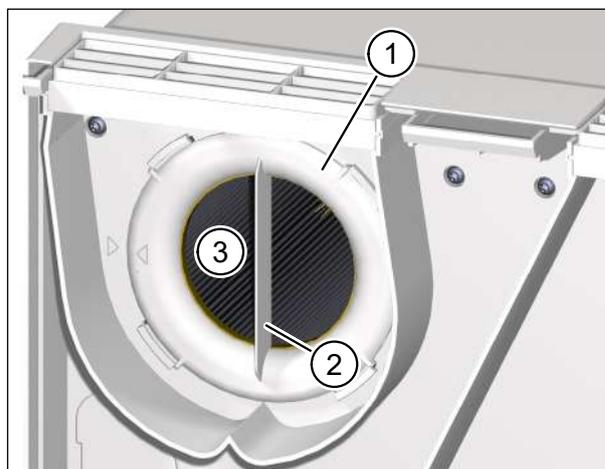

Fig. 20 : Enlever le filtre d'air repris
- ▶ Tournez l'anneau du filtre (pos. 1 dans Fig. 20) sur la poignée (pos. 2 dans Fig. 20) dans le sens inverse des aiguilles d'une montre, jusqu'à ce que l'anneau du filtre se détache des supports.
- ▶ Extrayez l'anneau du filtre, avec le filtre d'air repris (pos. 3 dans Fig. 20), hors de l'appareil d'aération.
- ▶ Vérifiez la position de l'anneau du filtre. Il faut que la poignée soit en position verticale et que la flèche sur l'anneau du filtre soit alignée avec la flèche de la position d'arrêt (voir Fig. 20 à la page 38).